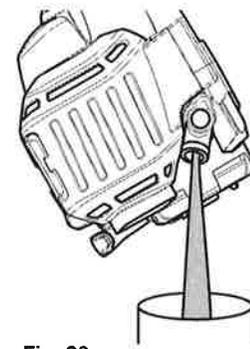

Fig. 26
3. Inclíne la unidad verticalmente para verter el aceite fuera del orificio de llenado de aceite y al interior del recipiente (Fig. 26). Deje bastante tiempo para que se drene completamente.